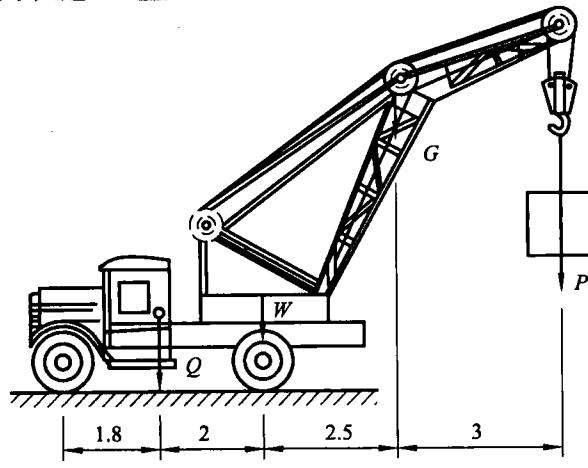

图 2.21
17. 一种车载式起重机，车重 $Q=26 \text{ kN}$ ，起重机伸臂重 $G=4.5 \text{ kN}$ ，起重机的旋转与固定部分共重 $W=31 \text{ kN}$ 。尺寸如图 2.21 所示，单位 m。设伸臂在起重机对称面内，且放在最低位，试求此时车子不致翻倒的最大起重 P_{\max} 。